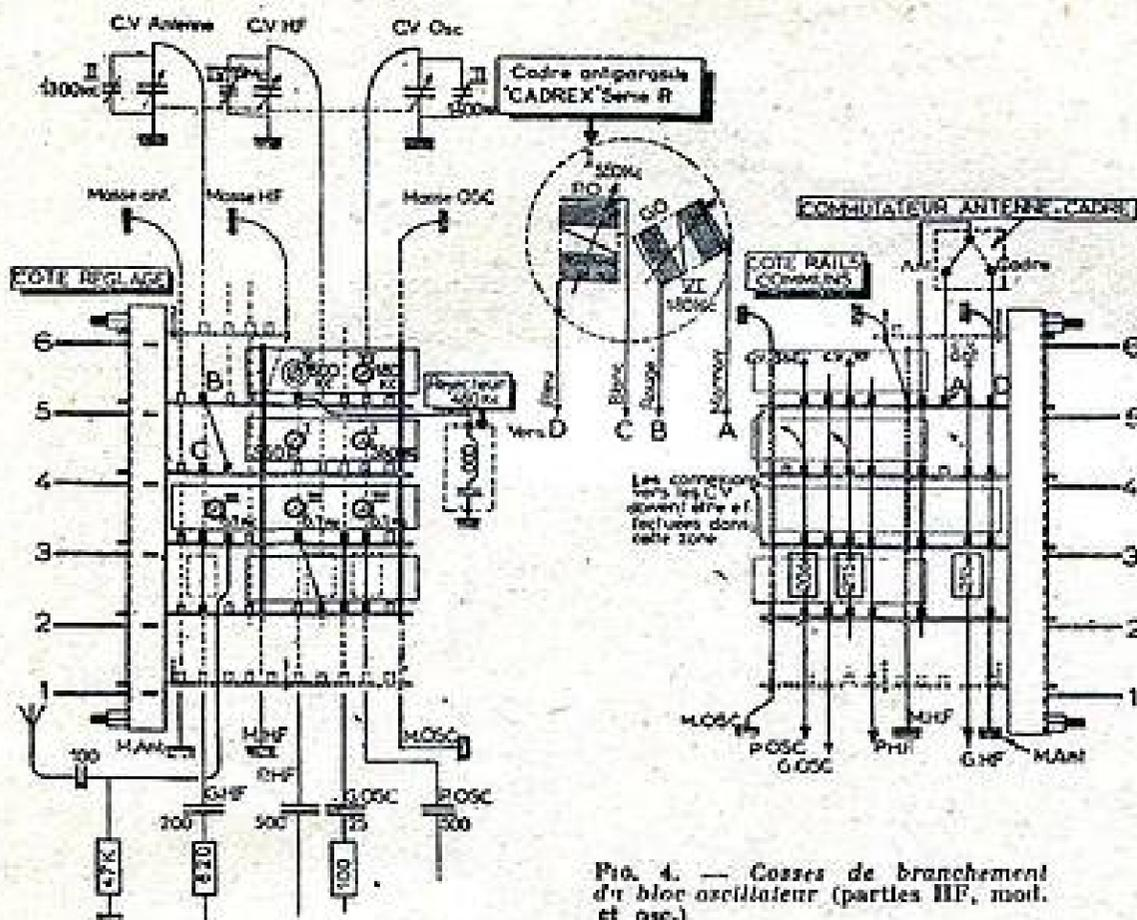

FIG. 4. — Cosses de branchement d'un bloc oscillateur (parties HF, mod. et osc.)
**Bloc accord-oscillateur :** Les cosses 17 à 31 sont à relier. Sur le plan de câblage les cosses intérieures sont représentées à gauche et les cosses supérieures à droite. Le branchement de ces cosses est en outre représenté par la figure 4 qui montre à gauche le bloc vu du côté de ses réglages (cosses supérieures) et à droite le même bloc vu par dessous, de façon à montrer les cosses inférieures. On remarquera les connexions de masse antenne, masse HF et masse osc. ainsi que celles des lames fixes des trois cases de CV.